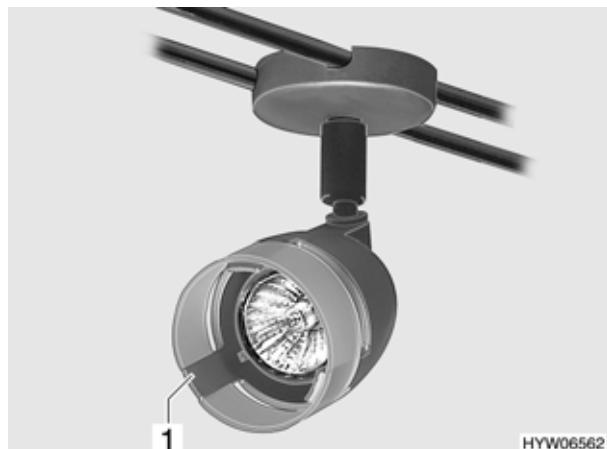

Bild 147 Spotleuchte (Variante 1)
- Klammer (Bild 147,1) nach innen drücken.